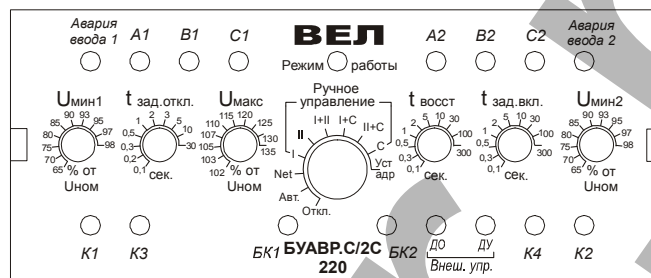

Рис. 2 Расположение органов управления и индикации БУАВР.С
- 4.5. Расположение органов управления и индикации приведено на рис. 2.
- 4.6. Переключение режимов работы производится с помощью 10-позиционного переключателя, находящегося на передней панели, рис.2. Для удобства контроля режимов работы БУАВР при запуске и эксплуатации, предусмотрена светодиодная индикация режимов работы с помощью многоцветного светодиода «Режим работы», рис.2. Описание режимов работы БУАВР и соответствие индикации приведены в таблице 2.